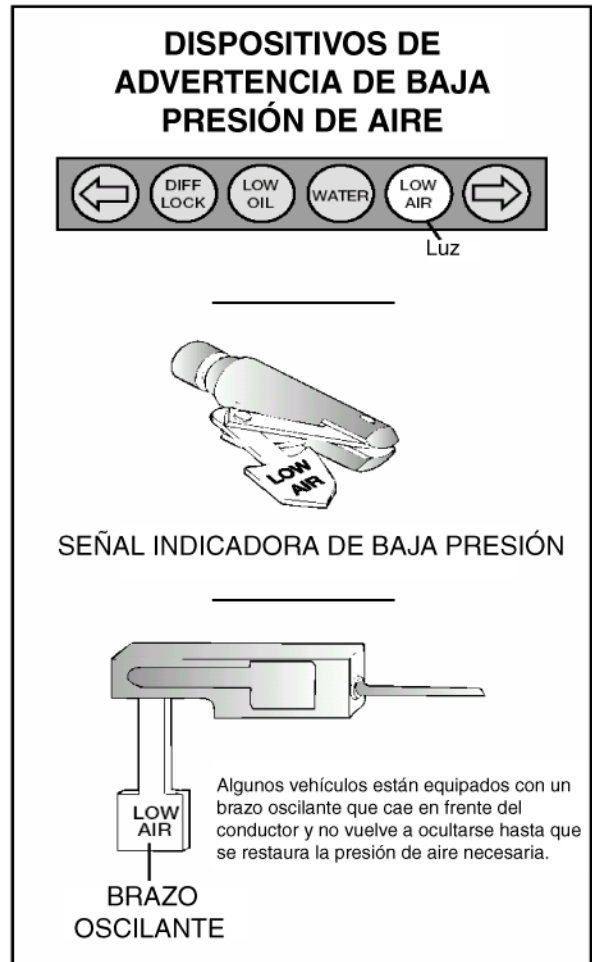

Figura 5.5
**Pruebe la señal indicadora de baja presión.** Apague el motor cuando tenga suficiente presión de aire, de manera que la señal indicadora de baja presión no esté encendida. Encienda la corriente eléctrica y pise y suelte el pedal de freno para reducir la presión del tanque de aire. La señal indicadora de baja presión de aire debe encenderse antes de que la presión baje a menos de 60 psi en el tanque de aire (o en el tanque con menor presión si se trata de sistemas duales de frenos de aire). Ver la figura 5.5.